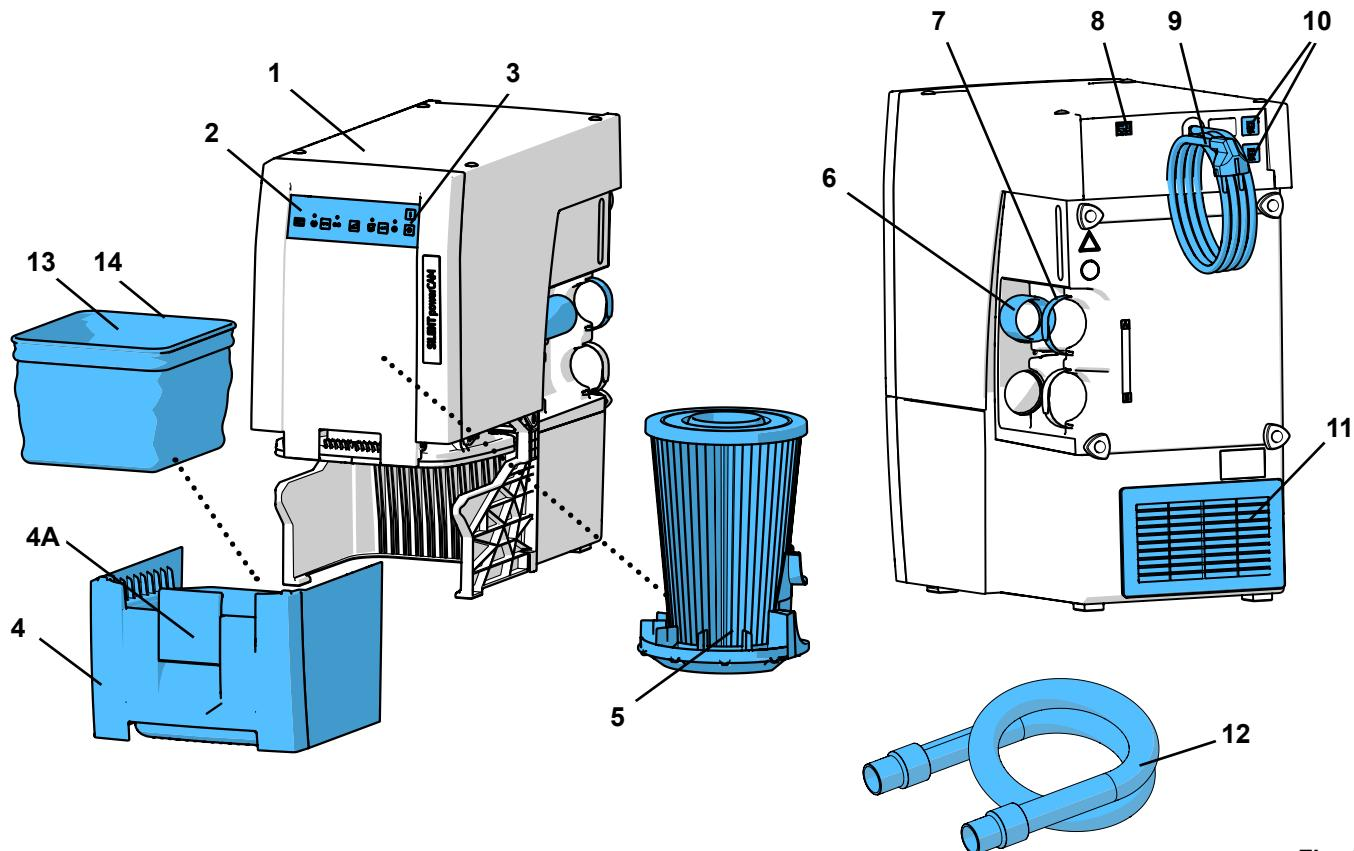

Fig. 1
- **l'évacuation de l'air rejeté (11, Fig. 1) ne soit pas entravée.**
- **Conduite externe d'air (A) (voir chap. 4.6).**
- **Ouverture d'au moins 250 x 120 mm dans le panneau arrière de l'armoire (B), directement en face de l'ouverture d'évacuation de l'air rejeté (11, Fig. 1).**
- **Enlever le panneau arrière de l'armoire (C), espace entre le dos de l'armoire et le mur : au moins 50 mm.**
⇒ Dérouler le câble d'alimentation (9, Fig. 1) et brancher la fiche secteur dans la prise de courant du bâtiment.